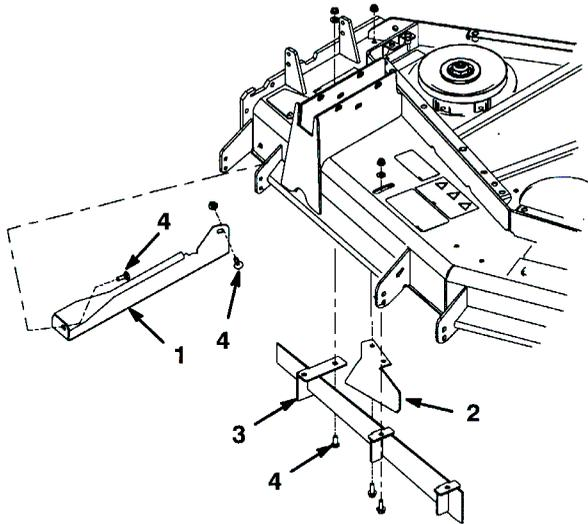

図6
7. キャリッジ・ボルト (3/8 x 1 in.) とフランジ・ナット (3/8 in.) 各2を使って、Cuttingユニットの正面と下面とにわたって、図6 および7 のように排出用シェルフを取り付ける。
7. キャップスクリュ (3/8 x 1 in.) を3本、ワッシャ 3枚、キャリッジ・ボルト (3/8 x 1 in.) を1本、フランジ・ナット (3/8 in.) 4個を使って、図6 および7のように、Cuttingユニットの下に新しい前バップルを取り付ける。
7. キャップスクリュ (3/8 x 1 in.) フランジ・ナット (3/8 in.) 各2を使って、Cuttingユニットの下面に、図6 および7のように後バップルを取り付ける。